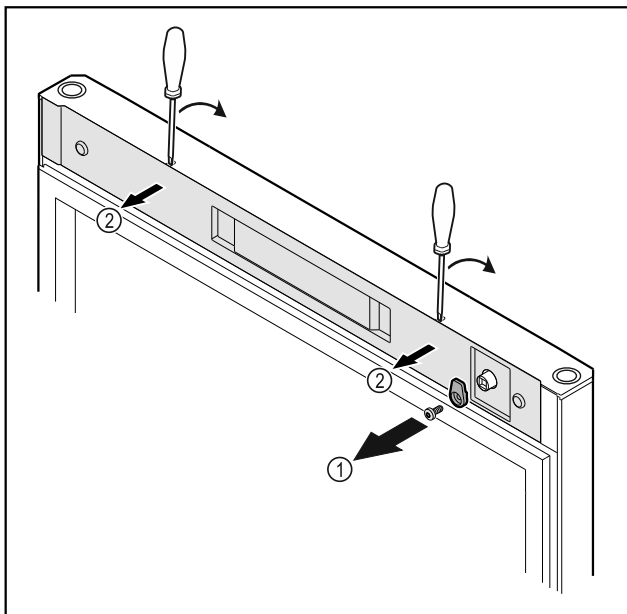

Fig. 53
- Schließhaken Fig. 53 (1) abschrauben.
- Abdeckung Fig. 53 (2) mit einem kleinen Schraubendreher austrasten und abnehmen.